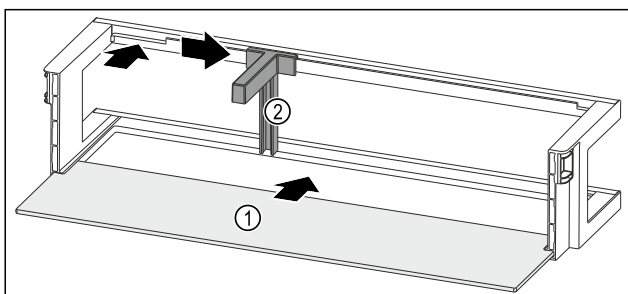

Fig. 96 Półka w drzwiach z półką
- ▶ Wsunąć półkę Fig. 96 (1) w boczne wycięcia.
- ▶ Włożyć uchwyt butelek Fig. 96 (2) do zagłębienia.
- ▶ Przesunąć uchwyt butelek Fig. 96 (2) na wybraną pozycję na bok.